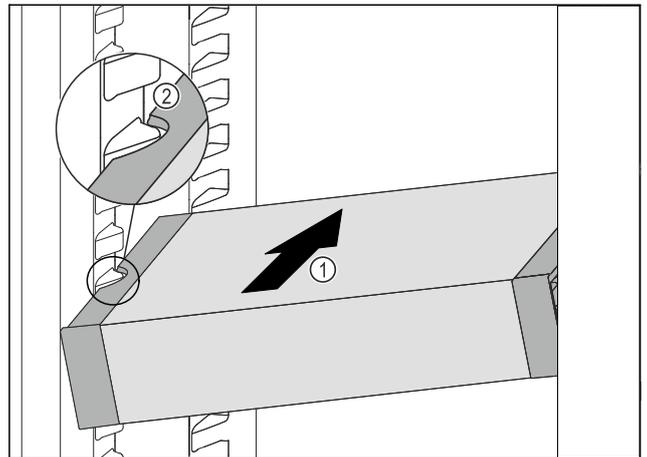

Fig. 125
- Insérer le VarioSafe en biais dans la partie réfrigérateur Fig. 125 (1) jusqu'à ce que les encoches latérales Fig. 125 (2) du VarioSafe se trouvent à la hauteur de la nervure du bac dans la partie réfrigérateur.